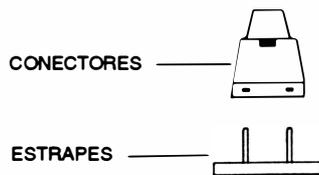

FIGURA 1.8 - CONECTOR/ ESTRAPE
A conexão dos estrapes é feita por pequenos conectores (Figura 1.8), onde alguns já se encontram ligados a placa e outros sobressalentes, são fornecidos na embalagem da impressora. Os estrapes podem estar instalados com conectores (I) ou não (N).